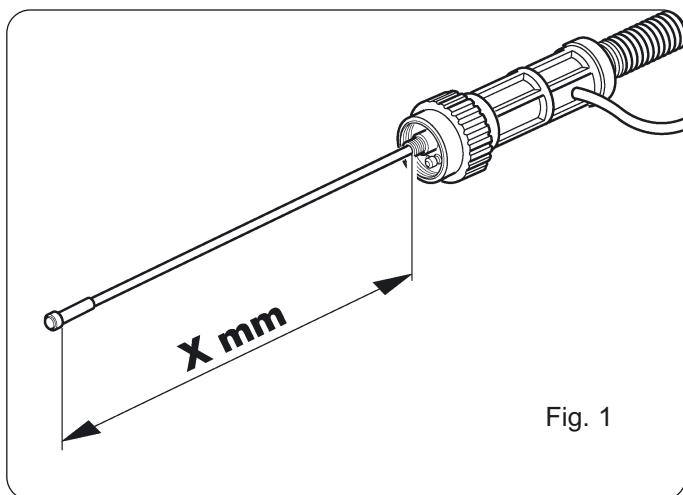

Fig. 1
- La vaina es más larga que la antorcha, sobresale de **X mm** (ver fig. 1).
- Medir con precisión la parte que sobresale (ver. fig. 1).